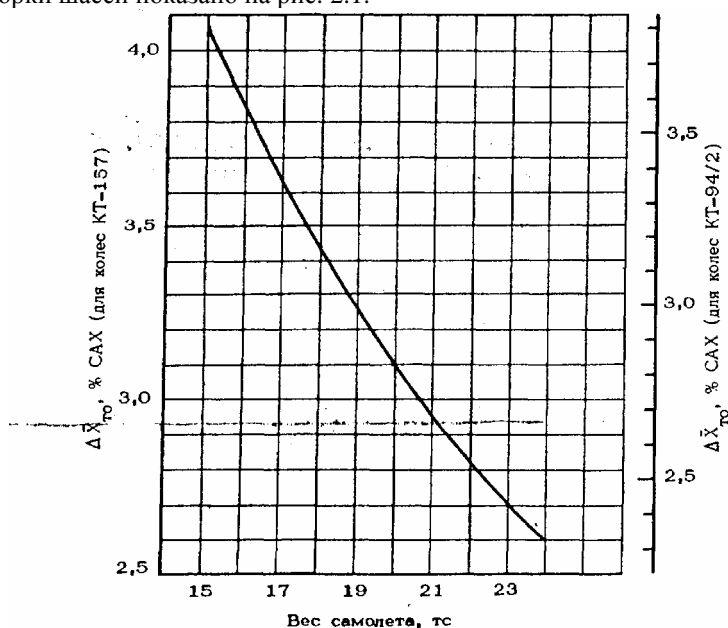

Рис. 2.1. Влияние уборки шасси на центровку в зависимости от веса самолета
- для шасси с колесами КТ-157 от 2,6 до 3,87 % САХ (в зависимости от веса самолета). Изменение центровки вследствие уборки шасси показано на рис. 2.1.